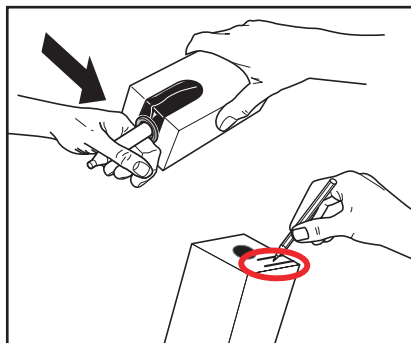

Fig. 19
4. Ta av plastemballasjen og skriv opp „Utløpsdato“ på produktpakken (fig. 19).
5. Følg anvisningene på produktpakken for å åpne doseringsenheten (fig. 19).